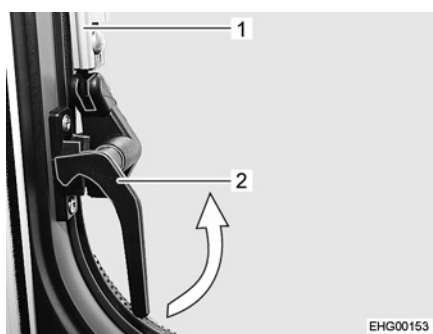

Fig. 23 Leva di serraggio, laterale (posizione "Chiuso")
- Ruotare le leve di serraggio laterali (Fig. 23,2) di un quarto di giro verso il centro della finestra.
- Aprire la finestra apribile fino al punto di arresto desiderato. Il deflettore automatico (Fig. 23,1) si innesta automaticamente in posizione.